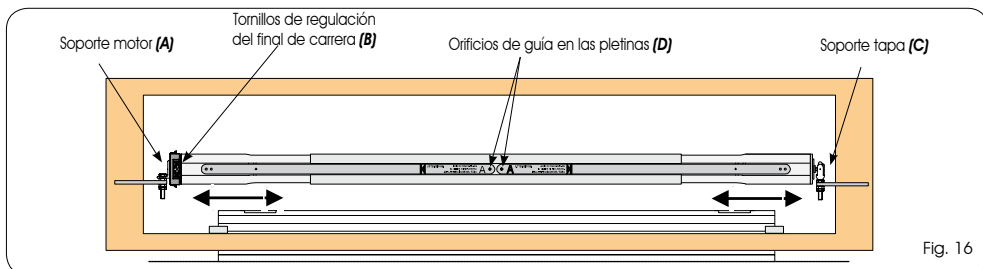

Fig. 16
1. Introduzca la culata del motor en el empalme rápido presente en el soporte motor (Fig.16 ref.A). El motor debe estar orientado de modo tal que se pueda acceder a los tornillos de regulación de los finales de carrera (Fig.16 ref.B).
2. Deslice los componentes telescópicos del rodillo eléctrico hasta que la tapa quede introducida en el cojinete presente en su soporte (Fig.16 ref.C).
3. Compruebe que el rodillo esté colocado de modo perfectamente horizontal, si fuera necesario modifique la altura de los soportes (Fig.16 ref.A-C) por medio del sistema tuerca-contratuerca.
5. En coincidencia con los orificios de guía situados en las pletinas (Fig.16 ref.D), taladre con una broca para hierro de Ø 5mm.
6. En los orificios (Fig.16 ref.D) atornille los tornillos autorroscantes suministrados en dotación (Fig.1 Ref.11) fijando sólidamente entre sí los componentes del rodillo.
2. Afloje el tornillo que sujeta la pletina.(Fig.16 ref.D)